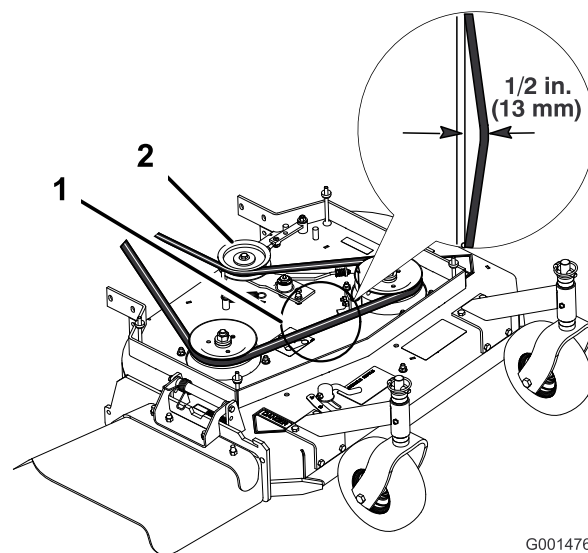
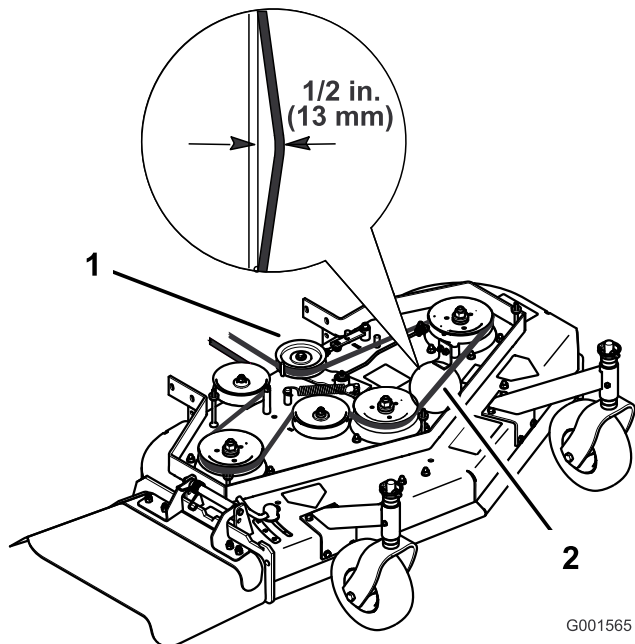

Figure 36
Figure 37
Remarque: La tension correcte de la courroie du tablier de coupe est de 44-67 N (10-15 lb-pi) avec une flèche de 13 mm (1/2") à mi-chemin entre les poulies (Figure 36 ou Figure 37).
3. Desserrez le contre-écrou sur le tendeur (Figure 36).
4. Tournez le tendeur vers l'arrière du tablier de coupe pour augmenter la tension sur la courroie. Tournez le tendeur vers l'avant du tablier de coupe pour réduire la tension sur la courroie (Figure 36).
Remarque: La tension correcte de la courroie du tablier de coupe est de 44-67 N (10-15 lb-pi) avec une flèche de 13 mm (1/2") à mi-chemin entre les poulies (Figure 36).
Remarque: La tension correcte de la courroie du tablier de coupe est de 44-67 N (10-15 lb) avec une flèche de 13 mm (1/2") à mi-chemin entre les poulies (Figure 37).